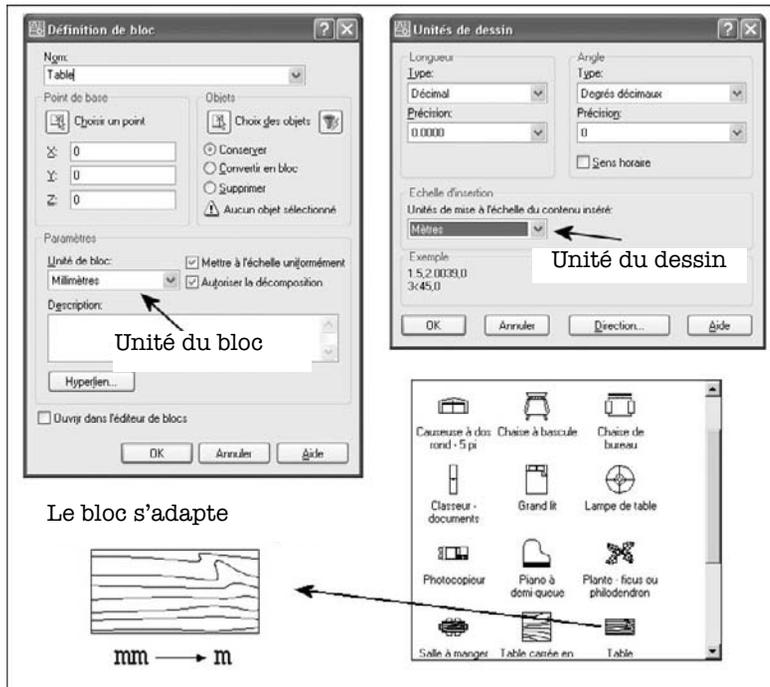

Fig.10.10
- 2 Relâcher le bouton du périphérique de pointage à l'endroit où il convient de placer le bloc. Le bloc est inséré avec un facteur d'échelle et un angle de rotation par défaut. L'échelle du bloc dépend d'une part de l'unité définie lors de la création du bloc et d'autre part de l'unité d'insertion définie dans le dessin en cours (Menu Format > Contrôle des unités > Echelle d'insertion (fig.10.10).